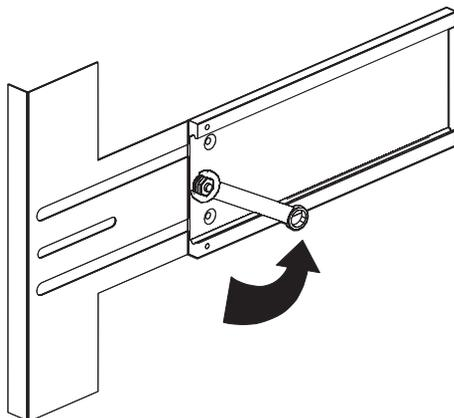

FIGURA 1-6 Extracción de las tuercas del riel del ensamblaje de rieles
1. Extraiga las tuercas situadas en la parte posterior de cada ensamblaje de rieles (FIGURA 1-6).